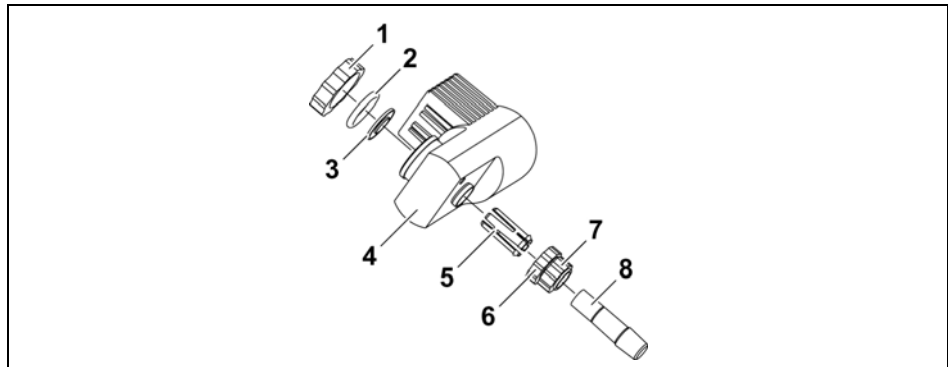

Figura 4-5: Installazione del tubo di passaggio vapore
4. Svitare il raccordo filettato tubo di passaggio vapore (Figura 4-5 (6, 7)) dal gruppo motore.
5. Estrarre la bussola di serraggio (Figura 4-5 (5)).
6. Spingere il raccordo filettato tubo di passaggio vapore (Figura 4-5 (6, 7)) e la bussola di serraggio (Figura 4-5 (5)) con il bordo rivoltato in avanti verso il tubo di passaggio vapore (Figura 4-5 (8)). Accertarsi che il bordo rivoltato si innesti in modo udibile nella scanalatura del tubo di passaggio vapore (Figura 4-5 (8)).
7. Spingere il tubo di passaggio vapore (Figura 4-5 (8)) con le parti premonstrate nel gruppo motore.
9. Avvitare saldamente, a mano, il tubo di passaggio vapore (Figura 4-5 (8)) sulla testa del gruppo motore (Figura 4-5 (4)) utilizzando l'apposito raccordo filettato Figura 4-5 (6, 7)).